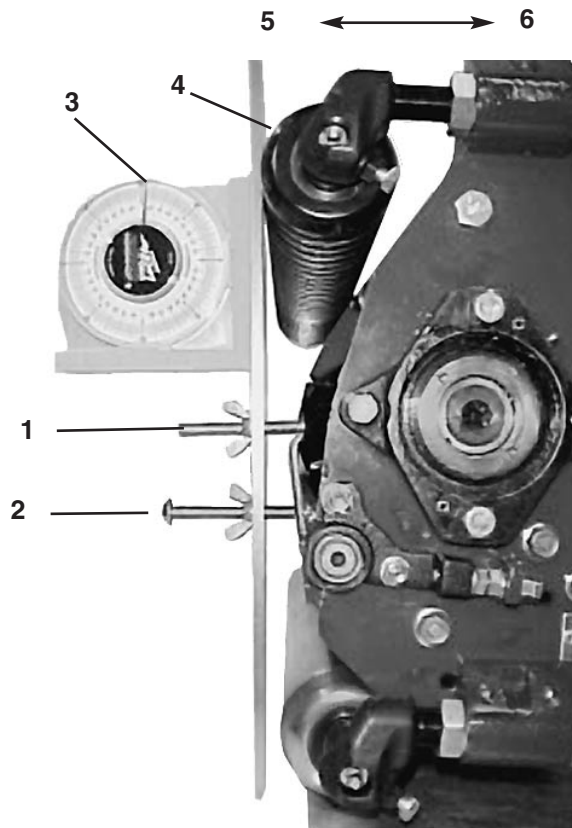

Bild 10
4. Legen Sie die Messlehre über die vordere und die hintere Walze. Der Kopf der ersten Schraube muss eng über die Untermesserkernte passen, während die Messlehre die vordere Walze berührt (Bild 10).
6. Legen Sie einen Winkelmesser auf die Messlehre und zeichnen deren Winkel auf (Bild 10).
**Anmerkung:** Das Abwärtsbewegen der vorderen Walze reduziert die Neigung des Schneidwerks, während das Aufwärtsbewegen die Neigung verstärkt (Bild 10). 1852, für die gewünschte Schnitthöhe ein.